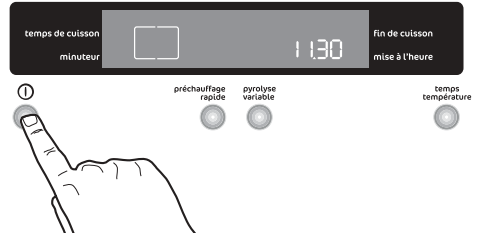

Fig. 3
Le four doit être mis en marche avant de régler tout programme ou fonction de cuisson. Quand la touche "**Marche / Arrêt**" ① est pressée, l'éclairage du four s'allume et le symbole  apparaît sur l'écran (Fig. 3).